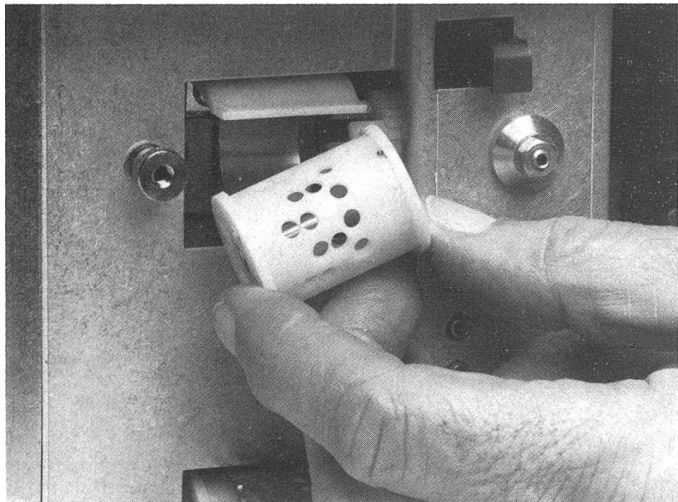

Abb. 11
- TPG-20 wie TPG-10, aber Kreuzwechsel (Abb. 11 und 12), entweder mit gelochter Trommel oder Lochband steuerbar. Bei Trommelsteuerung wahlweise zum Abtrennen aus dem Fadenkreuz 1:1-4:4 einstellbar. Mit dem Lochband können auch unreine Fadenkreuze, wie sie z.B. in der abgewebten Kette bei 5-schäftigem Atlas entstehen, wie aus einem reinen 1:1-Fadenkreuz angeknüpft werden. Breitgezettelte Webketten mit breiten Farbstellungen, die vorher in ein sogenanntes Fadenkreuz eingelesen wurden, können dank der Lochbandsteuerung fadengenau angeknüpft werden.